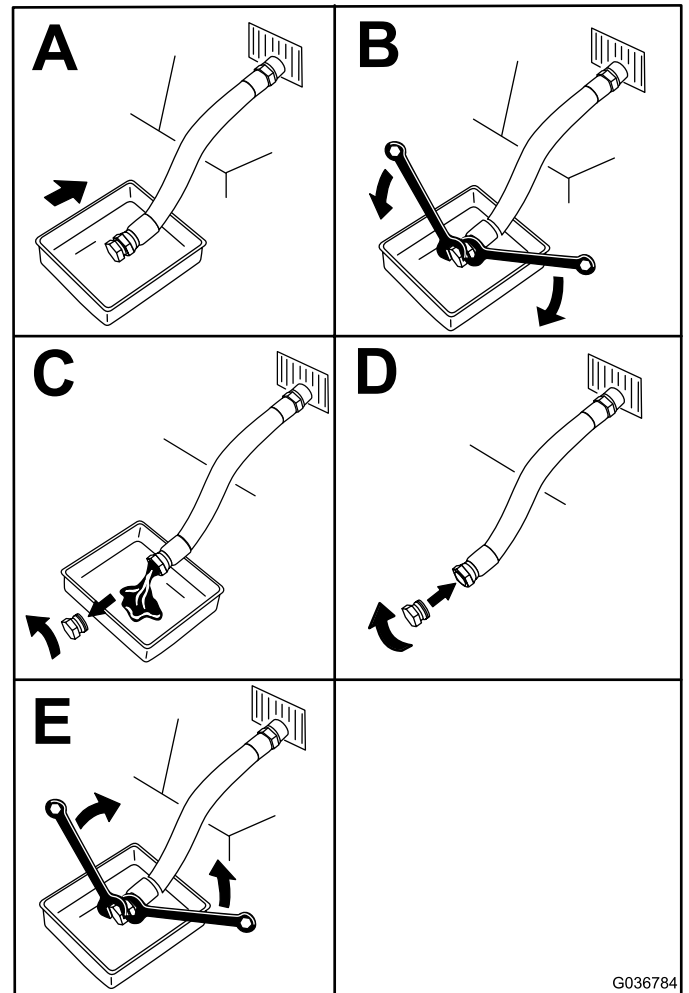

Bild 33
4. Wechseln Sie das Motoröl, siehe (Bild 33).